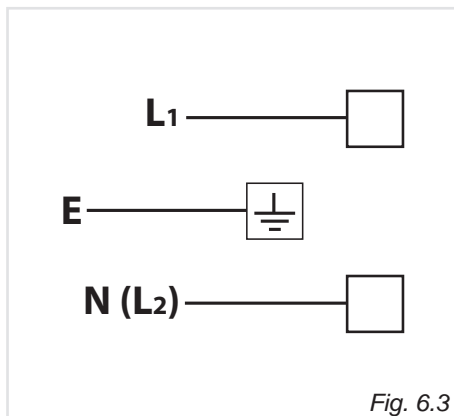

Fig. 6.3
- Il nuovo cavo di alimentazione, di tipo e sezione adeguata, deve essere fissato alla morsettieria secondo lo schema elettrico in fig. 6.3.